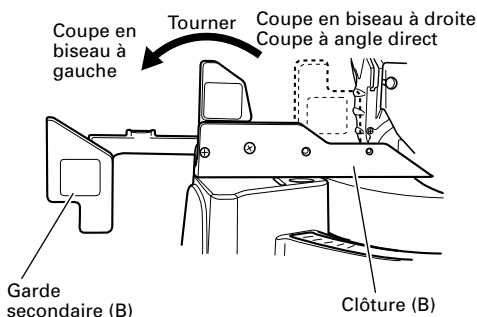

Fig. 12
Dans le cas d'une coupe en biseau à gauche, soulever la garde secondaire (B) comme le montre la Fig. 12, puis la tourner dans le sens contraire des aiguilles d'une montre.
7. Vérification de l'utilisation de la garde secondaire (C)
**⚠ AVERTISSEMENT :** Retirer la garde secondaire (C) lors d'une coupe oblique à gauche. Si on n'enlève pas la garde secondaire (C), la lame de garde secondaire (C) entrera en contact avec l'élément principal ou la garde secondaire, ce qui provoquera des blessures.